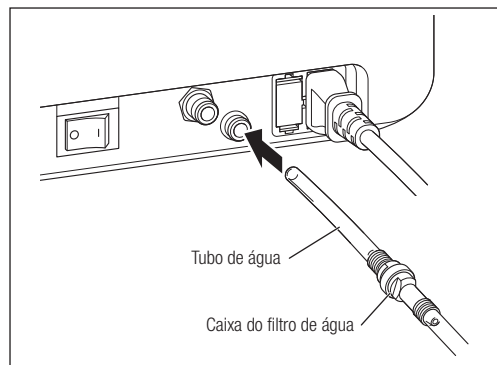

Fig. 10
- 1) Introduza uma extremidade do tubo de água (a extremidade com o filtro de água) no conector do tubo de água (Fig. 10).